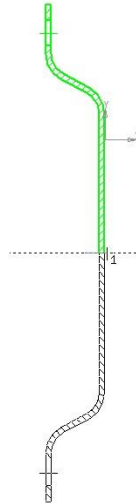

Рисунок 6 — Створення симетричного зображення
**Редактирование.** Вкажіть дві точки прямої, щодо якої потрібно одержати симетричне зображення (пряма відобразиться пунктиром). У нашому випадку, це буде вісь кришки (рисунок 6);